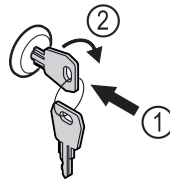

Fig. 160
- ▶ Įspauskite raktą. Fig. 160 (1)
- ▶ Pasukite raktą 90° pagal laikrodžio rodyklę. Fig. 160 (2)